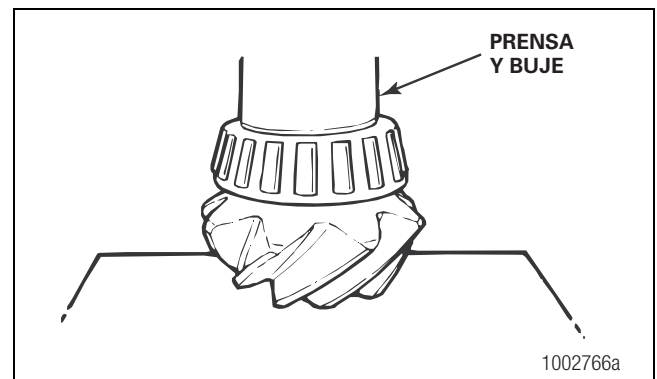

Figura 5.5
2. Si están desmontados, use una prensa y buje para instalar el cono del cojinete interior en el piñón de mando. Coloque un buje en la pista interna del cojinete. Aplique presión hasta que el fondo del cono toque el hombro del piñón. Figura 5.5.